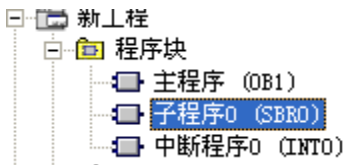

图 9.3
3、在程序管理器中双击“程序块/子程序 0”项可以编辑子程序 0, 如图 9.3 所示: